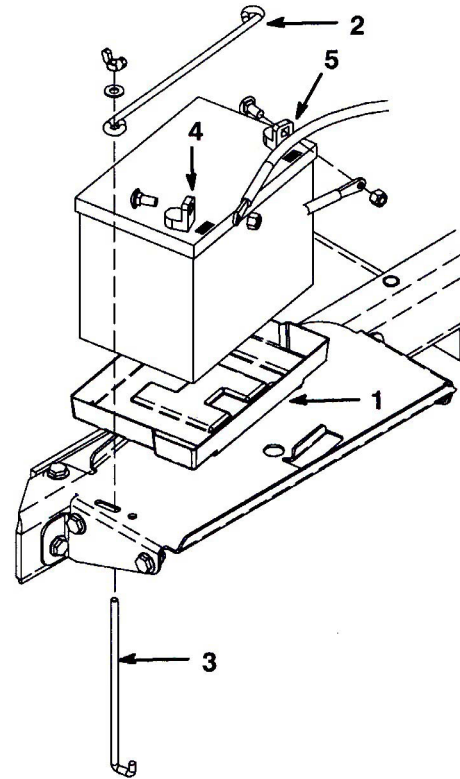

図 5
- バッテリー・トレイ (図5) にバッテリーを取り付ける; このとき、バッテリーの端子が外向きになるように取り付けること。
- 横棒 (2 本)、縦棒 (2 本)、平ワッシャ、と蝶ネジ (2 個) でバッテリーを固定する (図5)。
- プラス (赤) ケーブルをプラス (+) 端子に、ボルトと蝶ナットで固定する。次に、マイナス (黒) ケーブルをマイナス (-) 端子に接続し、ボルトと蝶ナットで固定する (図5)。ショート防止のために (+) 端子にゴムキャップをかぶせる。